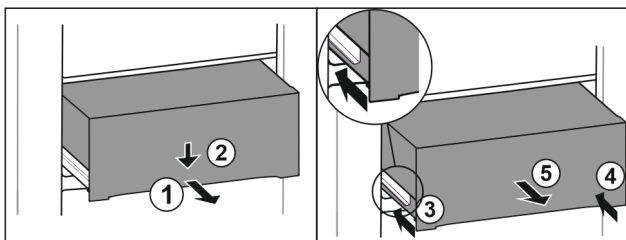

Fig. 97
- ▶ Tirer le tiroir jusqu'à mi-chemin. Fig. 97 (1)
- ▶ Appuyer sur l'avant du tiroir vers le bas. Fig. 97 (2)
- ▶ Insérer le rail gauche d'env. 2 cm. Fig. 97 (3)
- ▶ Insérer le rail droit d'env. 2 cm. Fig. 97 (4)
- ▶ Retirer le tiroir par l'avant. Fig. 97 (5)